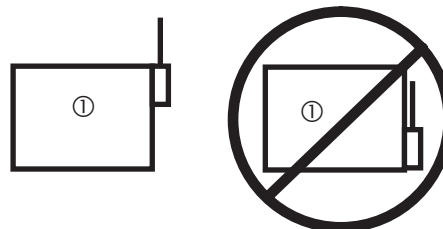

Figure 5. Si vous êtes obligé de monter le récepteur sur une surface métallique
- Si vous ne pouvez pas faire autrement, placez-le sur une surface métallique en prenant soin de faire dépasser l'antenne (voir Figure 5).